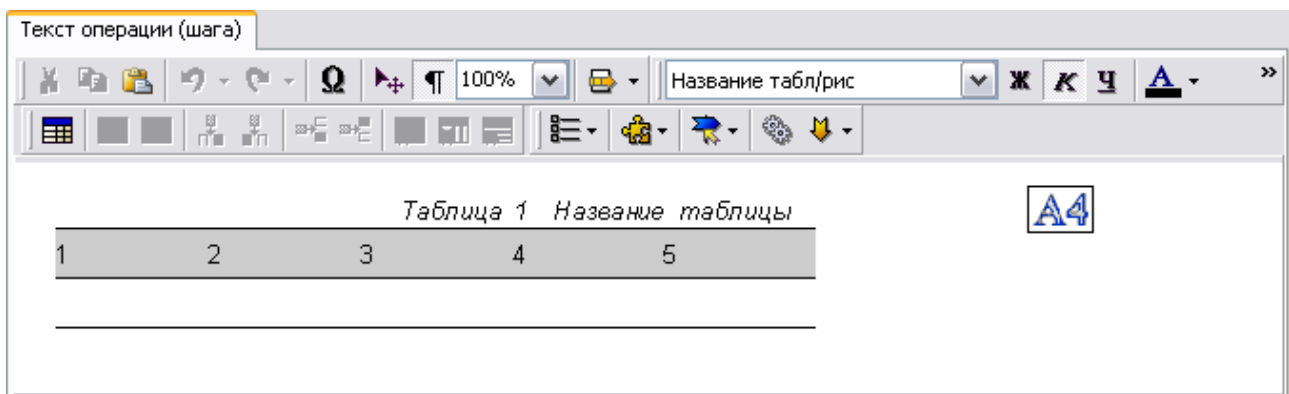

Рис. 7.51
5. Результат преобразования показан на Рис. 7.51.